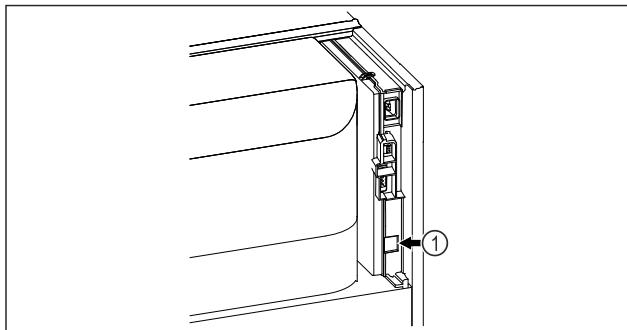

Fig. 83
- SmartModule Fig. 83 (1) ist eingesetzt.